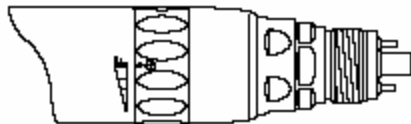

Рис. 3
- 1) Вращение вперёд: установите регулятор вращения в положении «Вращение вперёд» - (FWD) F – (Рис. 3)